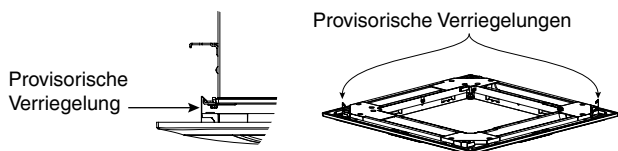
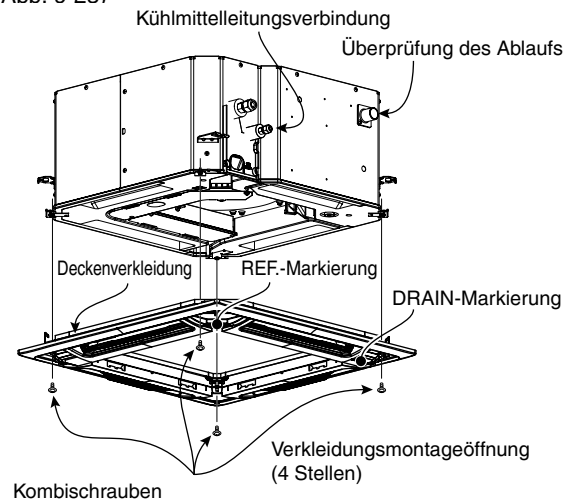

Abb. 9-22
Abb. 9-23
- (1) Die provisorischen Verriegelungen an der Innenseite der Deckenverkleidung in die Aufnahmen an der Einheit einhängen, um die Deckenverkleidung vorläufig anzubringen. (Abb. 9-22)
- Zum Abnehmen der Deckenverkleidung die Deckenverkleidung abstützen, und gleichzeitig die provisorischen Verriegelungen nach außen drücken. (Abb. 9-22)
- (2) Die Installationsöffnungen für die Deckenverkleidung und die Schraubenlöcher der Einheit ausrichten.
- (3) Die mitgelieferten Kombischrauben an den vier Deckenverkleidungs-Befestigungspunkten so festziehen, dass die Verkleidung sicher an der Einheit befestigt ist. (Abb. 9-23)